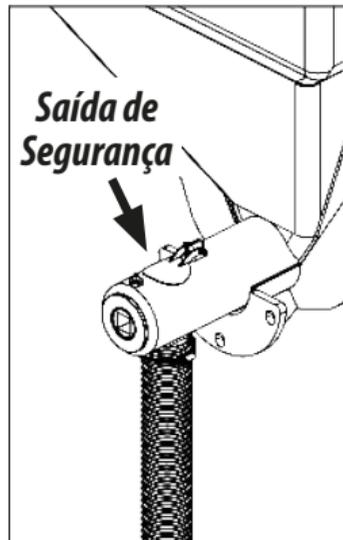

Figura 15
- 02 - O sistema individual de distribuição de alta vazão possui uma saída de segurança, pois se a mangueira estiver entupida, quando o adubo entrar no dosador, este começará a vazar por esta saída de segurança, garantindo o funcionamento do sistema sem danificá-lo, **conforme mostra a figura 15.**